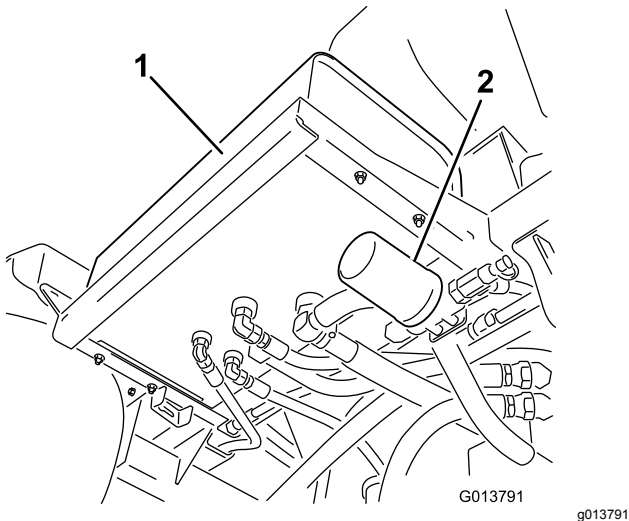
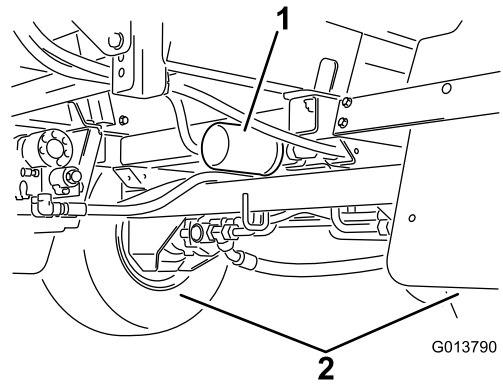

Figura 96
Figura 97
2. Localize os dois filtros hidráulicos na máquina (Figura 96 e Figura 97).